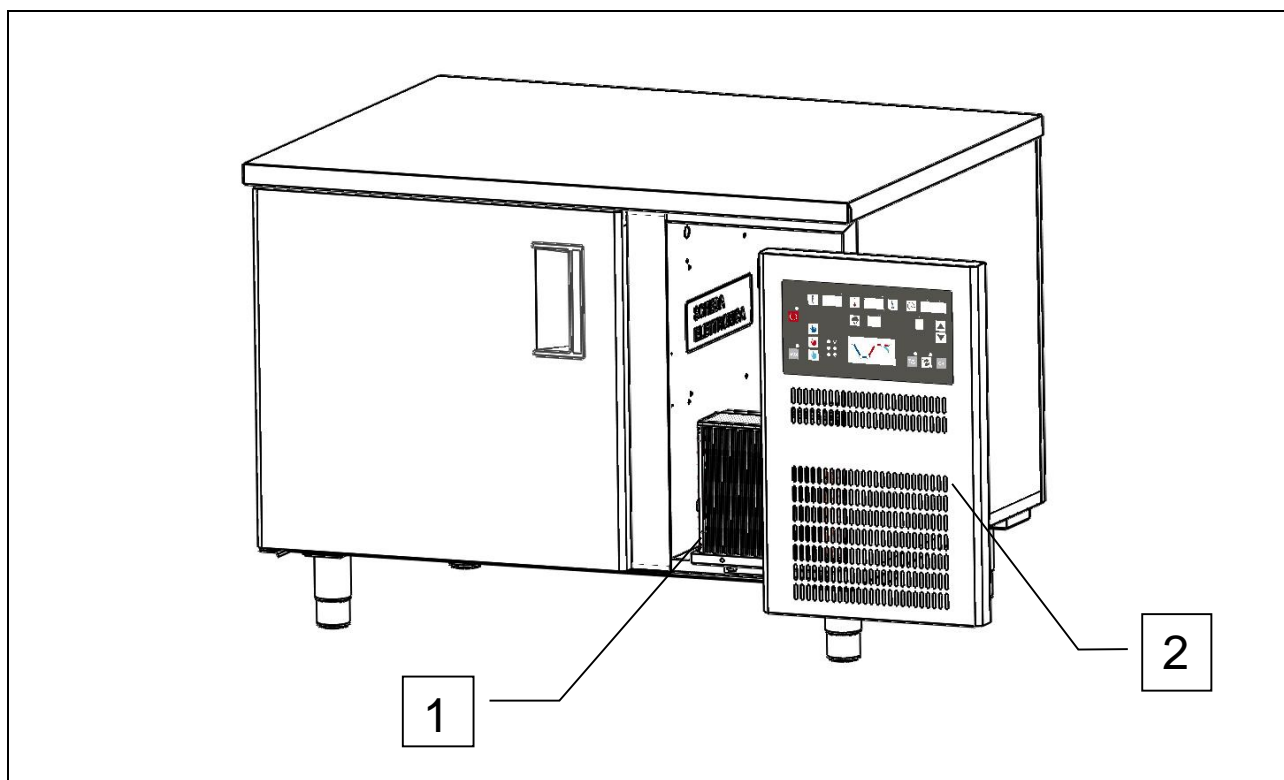

Fig. 3
- unità refrigerante monoblocco (rif. 1, fig. 3);
- pannello di controllo (rif. 2, fig. 3)